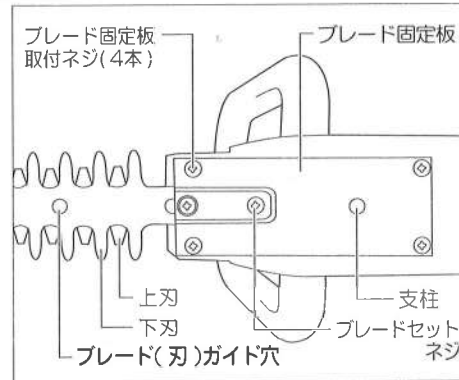

図4
- ブレード(刃)ガイド穴を見て上刃、下刃の穴を正確に揃えてください。(図4参照)
- ブレード固定板取付ネジ(4本)を抜き取るとブレード固定板を取りはずせます。(図4参照)